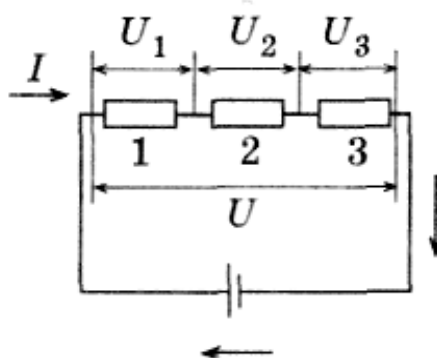

Рисунок 33
1. Собрать схему рис.33 с последовательным соединением резисторов в программе Multisim